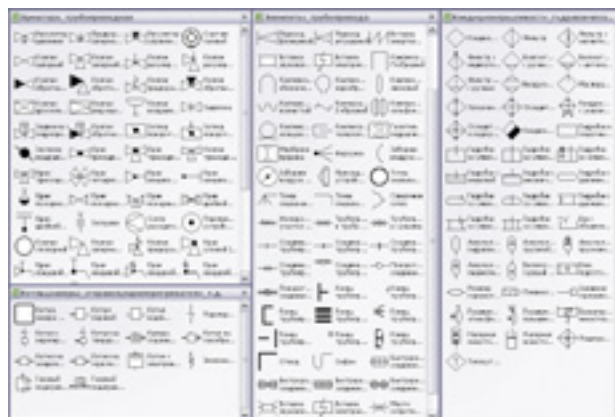

Рис. 1. Пополняемая библиотека символов для создания технологических схем
- при создании схем применяются пополняемая библиотека символов (рис. 1) и настраиваемые подложки. Это дает возможность настроить выпускаемую документацию в соответствии с требованиями